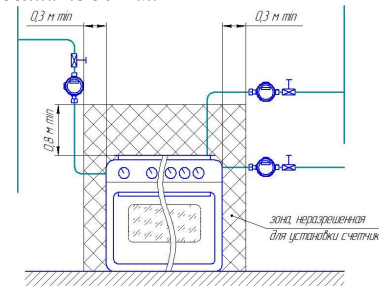

Рисунок 2
5.4.1 Установить счетчик на вертикальном или горизонтальном участке газопровода (рисунок 2). **ВНИМАНИЕ! Направление стрелки на корпусе счетчика должно совпасть с направлением потока газа в газопроводе.** Допускается установка счетчика в любом удобном для потребителя положении, не противоречащем правилам установки и монтажа газового оборудования. Наличие прямых участков до и после счетчика не требуется.